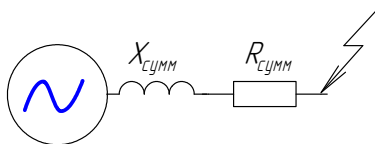

Рис. 1.3. Схема замещения
4. Путем последовательных преобразований получают простейшую схему замещения (рис. 1.3).